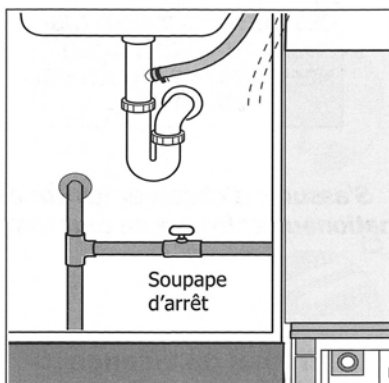

Figure 15
* Voir figures 15 et 16 pour la soupape d'entrée d'eau et coude 90° (situés du côté droit inférieur à l'avant du lave-vaisselle).